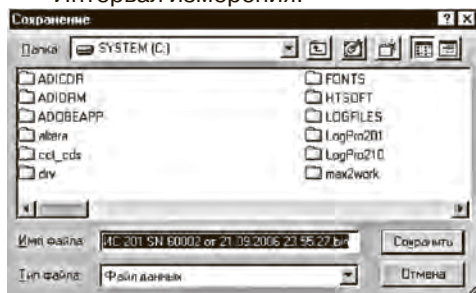

рис.15
- Сохранение - сохранения блока в файл. Для этого требуется подвести курсор мыши к строке, соответствующей требуемому блоку и щелкнуть по нему левой кнопкой мыши. В появившемся окне (рис.15) указать путь для сохранения файла и нажать на кнопку «Сохранить».